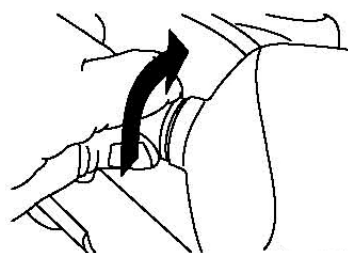

Рисунок 58.
2. Поверните основание лампы против часовой стрелки до остановки (рис. 58).